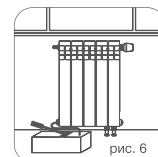

рис. 6
- 8.5. По завершению монтажных работ выполнить испытания систем отопления в соответствии с требованиями СП 73.13330.2016 «Внутренние санитарно-технические системы зданий». Гидростатическое испытание водных систем и приборов отопления должно проводиться под давлением, в 1,5 раза превышающем рабочее давление (пример рис. 6). Если рабочее давление более 10 бар (1,0 МПа), испытание проводить без вентильной вставки. По факту проведения испытаний составляется акт ввода системы и приборов в эксплуатацию в установленной форме.